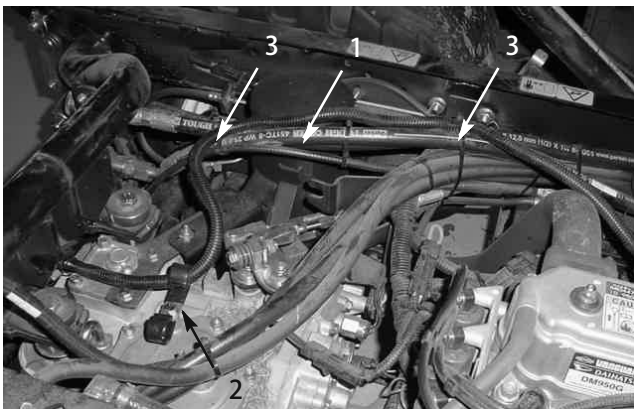
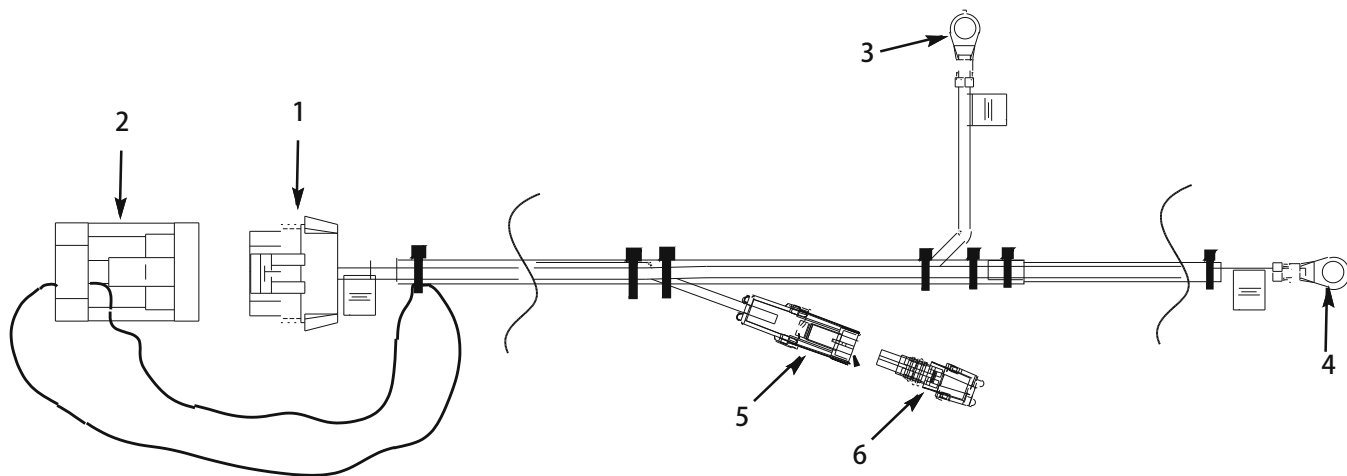

図 5
図7
1. パワー・ワイヤ・ハーネスのリング状の端子を牽引車両のバッテリーまで配線する (図 5 と図 7)。
2. パワー・ワイヤ・ハーネスのリング状端子を牽引車両のバッテリー端子に接続する (図 7)。
3. ハーネスをワイヤ・タイで固定する。図 5 を参照。
4. J クリップ (2個) をトランスミッションの上にネジ (8 mm x 2) で固定する (図 5)。
5. 図 5 に示すようにハーネスを左側の J クリップに通す。